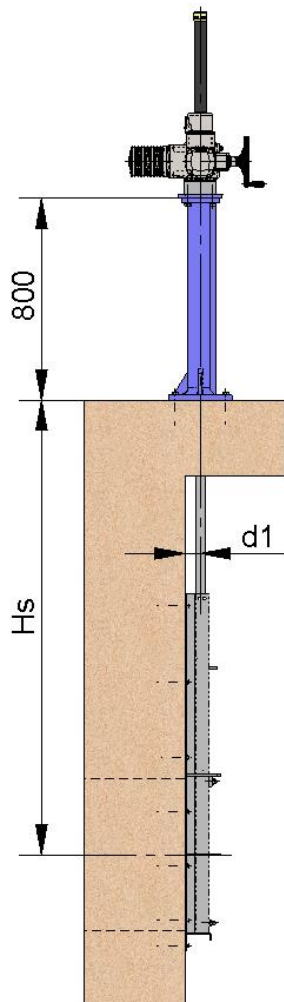

Рис. 21
- Стандартная колонна имеет высоту 800 мм (Рис. 21). Колонна другой высоты может быть изготовлена по заказу.